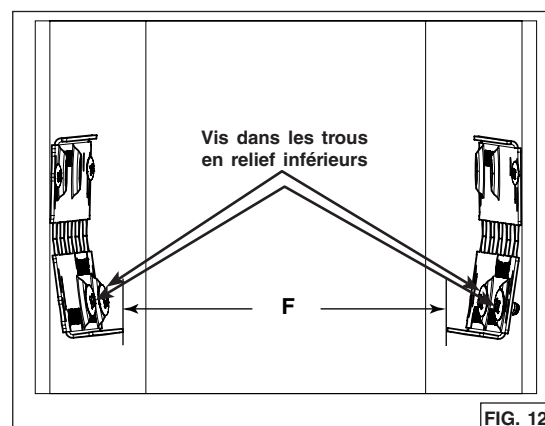

FIG. 12
Si la distance mesurée est trop grande, visser, dans chacun des trous en relief inférieurs des supports, 2 vis à métaux n° 8-32 x 1/4 po; ceci fera plier légèrement la partie inférieure des supports (FIG. 12). Visser les deux supports jusqu'à l'obtention de la distance appropriée.
8. Des bandes protectrices optionnelles (vendues séparément), sous 7 différents formats conviennent à des armoires allant jusqu'à 15 po de profondeur (pour BBN1243SS: HADTBN24, pour BBN1303SS: HADTBN30). Choisir la bande qui peut mieux couvrir la lisière arrière de l'armoire. Utiliser 4 vis à bois à tête bombée n° 6 x 1/2 po (incluses dans l'ensemble optionnel) pour la fixer (FIG. 12).